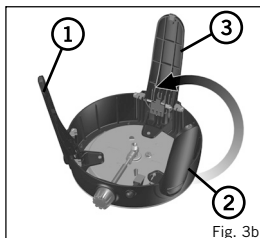

Fig. 3b
- När benen ska vikas in igen, håll benet stadigt och tryck ner behållarspännet. Skjut sedan benet inåt till dess invikta läge (Fig. 5). Gör detsamma med alla benen i tur och ordning för att utnyttja utrymmet optimalt. Först Höger framben (1), därefter Vänster framben (2) och sist Bakbenet (3) (Fig. 3b).